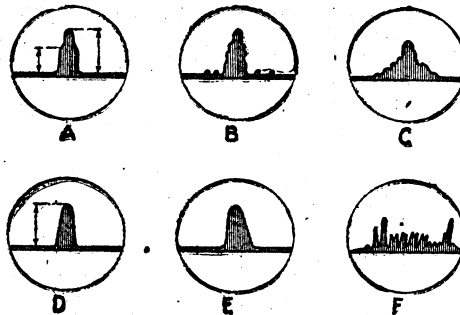

Figure 2
a) Taux de modulation (rapport de la hauteur des bandes latérales à la hauteur de la porteuse), fig. 2 A.
(1) En modulation de fréquence, le « swing » peut s'appeler aussi « amplitude de la modulation » et il caractérise la « dynamique » de l'émission.
b) Bandes de modulation supersoniques ou parasites (petits pips apparaissant selon le rythme de la modulation sur des fréquences assez éloignées de la fréquence porteuse), fig. 2 B.
c) Modulation de fréquence indésirable, superposée à la modulation en amplitude (largeur exagérée), fig. 2 C.
d) Intensité « S » du signal (hauteur du pip), fig. 2 D.
e) Dérèglages des circuits H.F. (dissymétrie de la courbe), fig. 2 E.
f) Etude d'une émission modulée en fréquence, fig. 2 F.